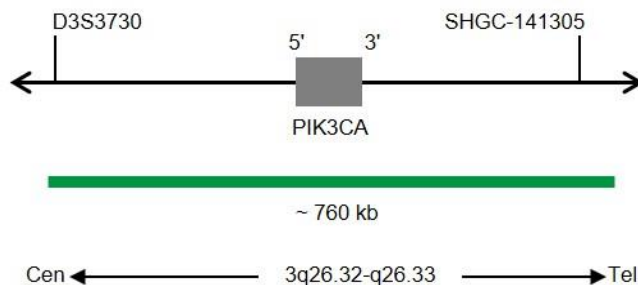

Fig. 1: SPEC PIK3CA Mapa da sonda (sem escala)
- Polinucleótidos (~10 ng/μl) com marcação ZyGreen (excitação 503 nm/emissão 528 nm), dirigidos ao mapeamento de sequências alvo em 3q26.32-q26.33* (chr3:178,535,986-179,293,464) contendo o gene PIK3CA (ver Fig. 1).